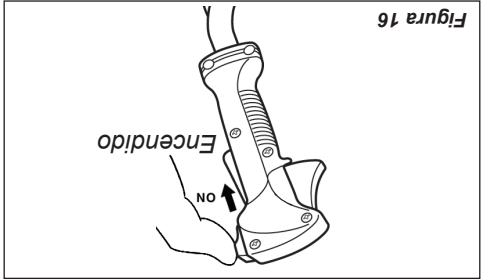

Figura 16
5. Cuando arranque el motor, mueva despacio la palanca del cebador a la posición "OPEN" (abierto). Consulte la figura 16. (Si el motor para después del arranque inicial, cierre la palanca del cebador y vuelva a arrancar).